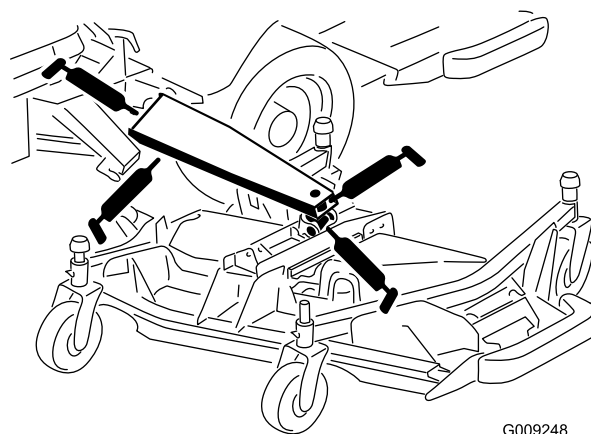

図 57
- ・ メイン昇降アームのブッシュ (3ヶ所) (図 57)
- ・ 昇降シリンダのブッシュ (1ヶ所) (図 57)